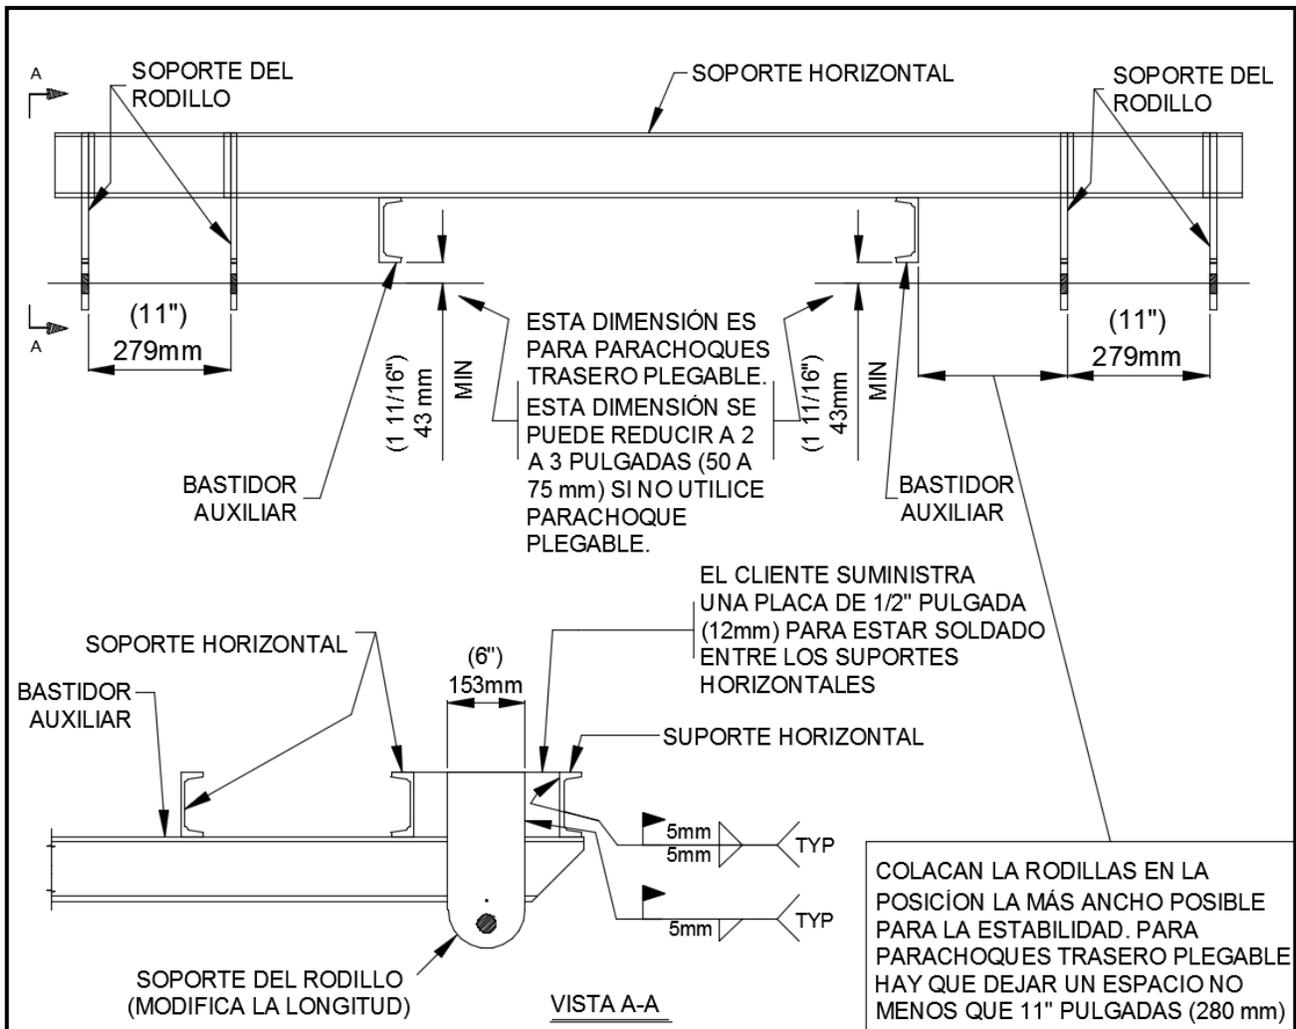

Figura 1
2. Ubica la posición para los soportes del rodillo [N Pt 32H03] entre los soportes horizontales estructurales debajo del contenedor. Los rodillos deben de ser colocados lo más atrás y lo más ancho posible para mantener la estabilidad del contenedor. Para dejar espacio suficiente para la operación del gancho y para no obstruir el parachoques trasero plegable no coloquen los soportes menos de 11 pulgadas (28mm) del bastidor auxiliar (vea figura 1). También el eje del rodillo debe estar aproximadamente 1 11/16 pulgadas (43 mm) debajo de la parte inferior del bastidor auxiliar.
4. De una vez que los soportes estan colocados apropiadamente, suelda los soportes del rodillo para fijarlos en posición. (vea Figura 1).